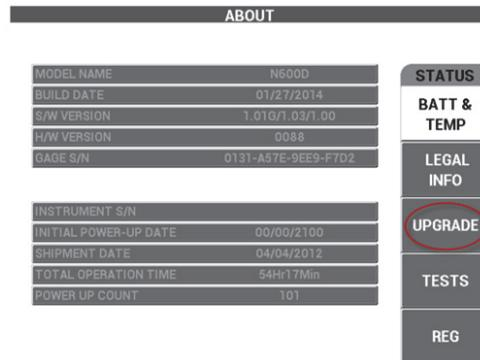

Figura 6-9 Il menu UPGRADE
- Premere il tasto C per selezionare il menu **UPGRADE** (vedere Figura 6-9 a pagina 325).